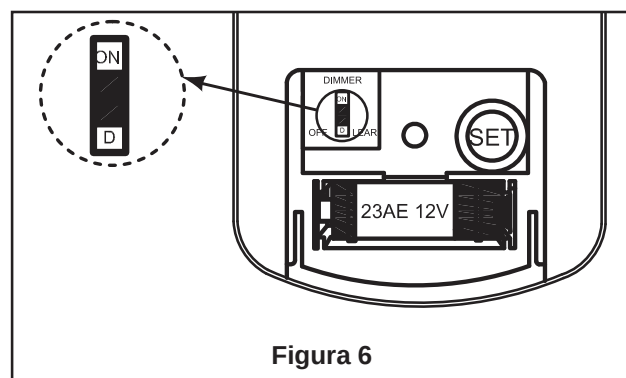

Figura 6
6. Conmutador “D” y “ON”: La selección “ON” es la selección regulable de luz y debe ser utilizada con todas las bombillas menos con las bombillas CFL. La selección “D” es la encender solo la luz (sin la función de regulación) y debe ser utilizada con bombillas CFL, ya que estas no pueden ser reguladas. El receptor ofrece la siguiente función protectora: (Figura 6)